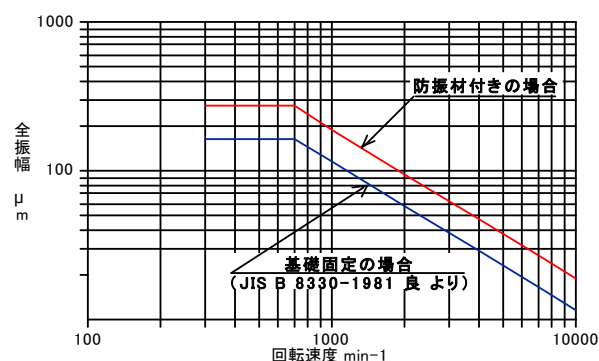

図 15 振動状態の参考判定基準
- (2) Vベルトは、摩耗してきたり、傷んだらお取替えてください。Vベルトの寿命（交換時期）は、使用される環境（温度・湿度・太陽光・粉塵等）や条件（伝達動力・起動回数等）により変わりますが、一般空調送風機の場合の目安は1年です。
- (3) Vベルトは、使用中に伸びますので、定期的に張りをチェックしてください。この伸びは特に新しいVベルトで運転初期に大きく発生しますので、運転開始後10～50時間で張りを調整してください。調整は **5** 据付の第4項“Vプーリの心出しとVベルト調整”の項を参照ください。
- (4) 軸受許容温度は、一般的には室温+40℃以下かつ80℃以下です。温度が軸受許容温度を超えている場合は、運転を停止して点検してください。
- (5) 軸受箱の音や振動は、運転開始数日後の状態を基準として、判断してください。
- (6) ファンが正常で、据付、ダクト配管工事が正しく施工されている場合の振動の基準値を図15に示します。振動や音が大きい（または平常時の値が変わった）場合は、Vプーリの心出しとVベルトの調整、ダクト配管の無理、取付ボルト・基礎ボルトのゆるみ、羽根車へのダスト付着、軸受の損傷、異物の吸込などが原因と考えられますので点検してください。
- (7) 低温の空気を吸込む場合、常温空気の場合に比べ、電流値が増加しますのでご注意ください。